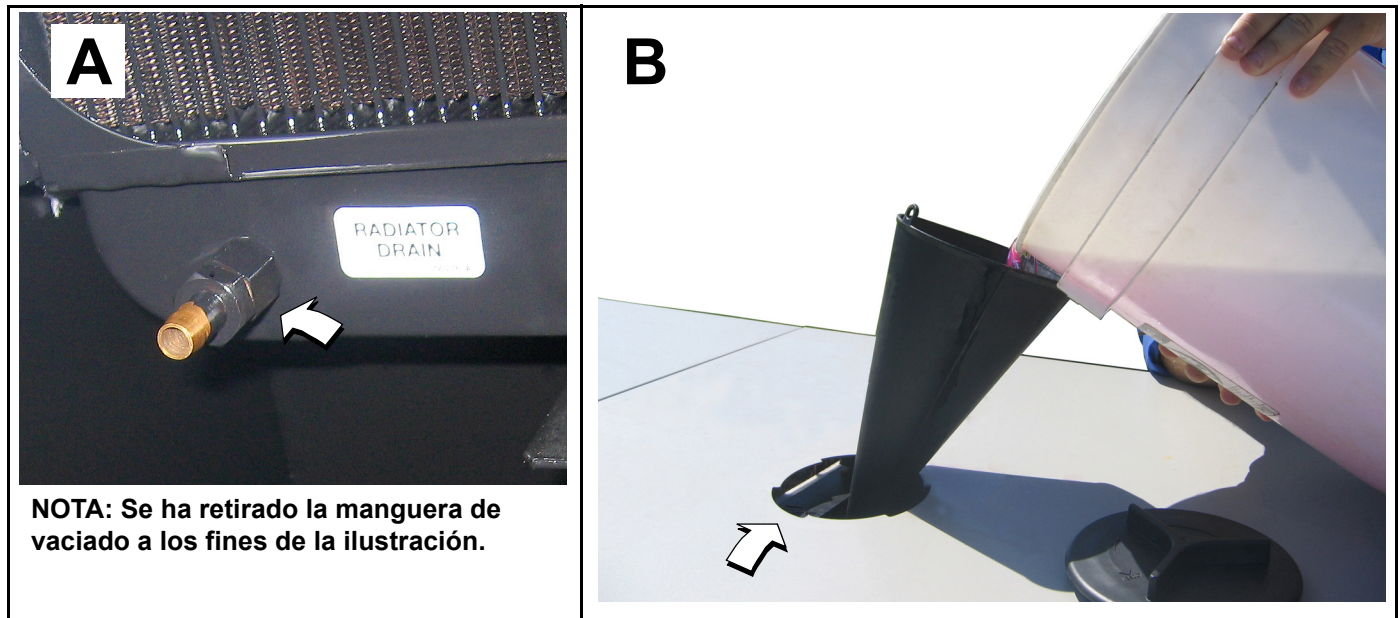

Figura 5-14. Vaciado/llenado del sistema de refrigerante
6. Gire el adaptador hexagonal para abrir el grifo de vaciado. Vea A en la Figura 5-14
14. Inserte el embudo en el cuello de llenado del radiador. Vea B en la Figura 5-14